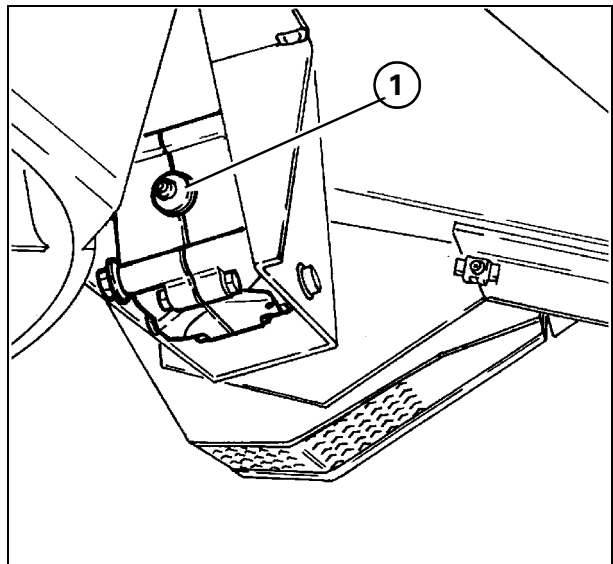

Рис. 34
26.)Разбрасыватель соломенной сечки (если установлен) - Рис. 34